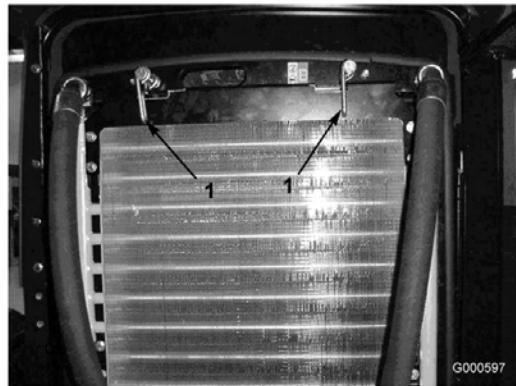

Figura 50
- Gire los enganches (Figura 50) que sujetan el enfriador de aceite al bastidor.